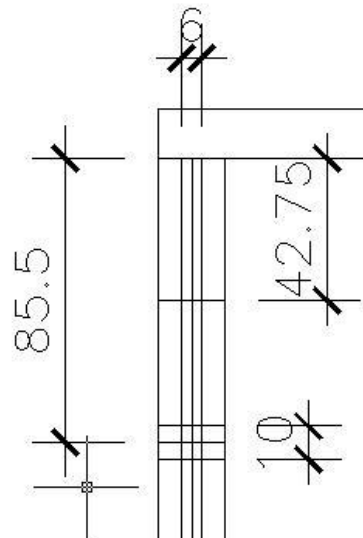

Figura 25 - Construção do Laboratório
22. Utilize o comando Trim  e corte alguns segmentos até obter a figura 25.